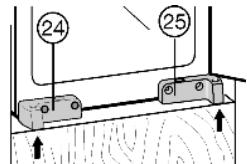

Fig. 12
- Gerät in der Tiefe ausrichten: Vorderkante von Lagerbock Fig. 12 (24), Lagerbock Fig. 12 (25) und Befestigungswinkel Fig. 12 (22) bündig mit der Vorderkante des Möbelbodens und der Möbelseitenwand ausrichten.